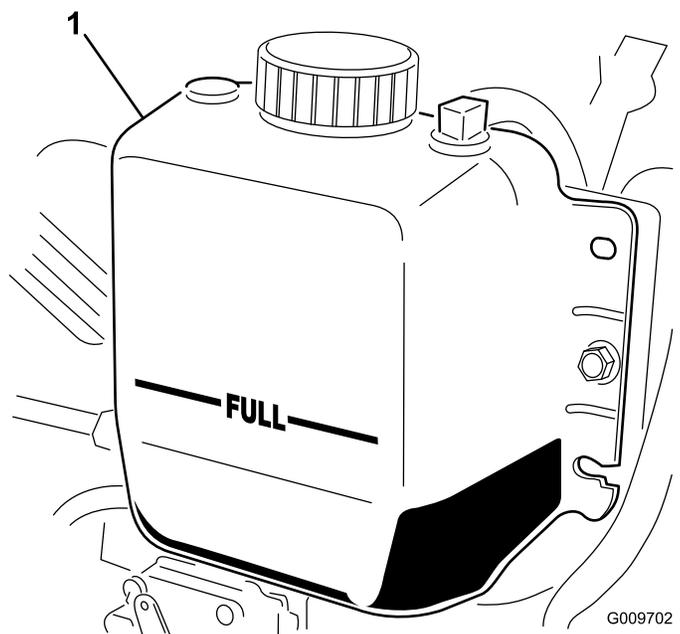

Рисунок 19
2. Проверьте уровень охлаждающей жидкости в радиаторе. Радиатор должен быть заполнен до верха заливной горловины, а расширительный бачок должен быть заполнен до метки Full (Полный) (Рисунок 19).